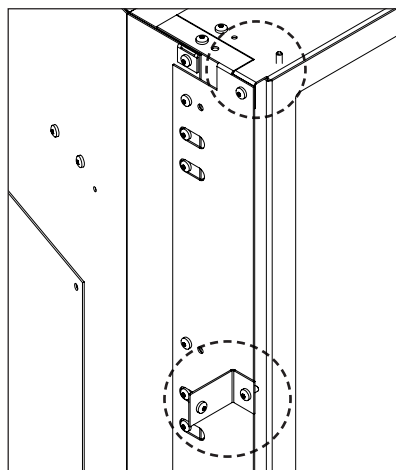

Figure 32: Panneau de support installés et Pin Localisation
1. En utilisant le matériel fourni installer un panneau support Trimmable, sur sa jambe courte, sur chaque côté de la poêle à l'aide d'un tournevis Torx T-20. Voir la figure 32 pour l'emplacement de la vis et de l'orientation du support.
2. Installez le panneau Trimmable, AVEC LES BRIDES VERS L'EXTÉRIEUR, sur les extensions latérales et en face des supports du panneau en accrochant la bride supérieure du panneau sur les broches d'alignement sur le dessus du Top Extension (Voir Figure 32).